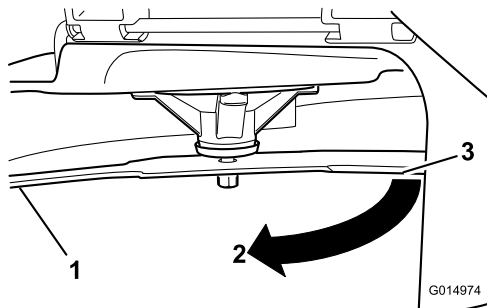

Figura 79
3. A doua distanță măsurată dintre lamă și suprafață (B)
4. Rotii aceeași lamă la 180 de grade, astfel încât marginea de tăiere opusă să se afle acum în aceeași poziție (**Figura 79**).